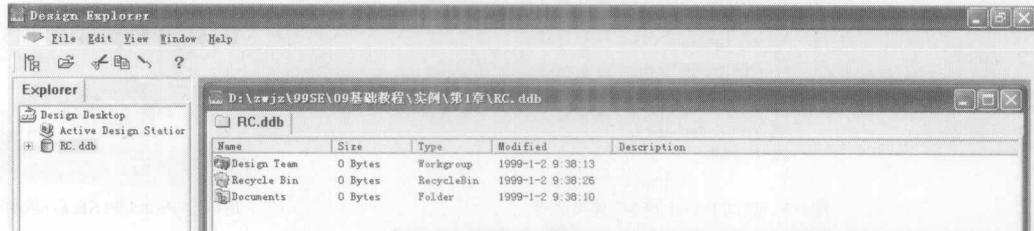

图1-9 新建的设计数据库文件
- (4) 单击 **保存 (S)** 按钮，回到新建设计数据库文件对话框，确认各项设置无误后，单击 **OK** 按钮即可创建一个新的设计数据库文件，结果如图 1-9 所示。
- (1) 双击图 1-9 中的 **Documents** 图标，进入该文件夹。